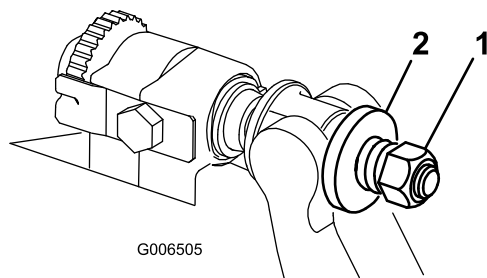

Figure 35
3. Serrez l'écrou de tension du ressort jusqu'à ce que les spires soient jointives, puis desserrez-le de 1/2 tour (Figure 35).